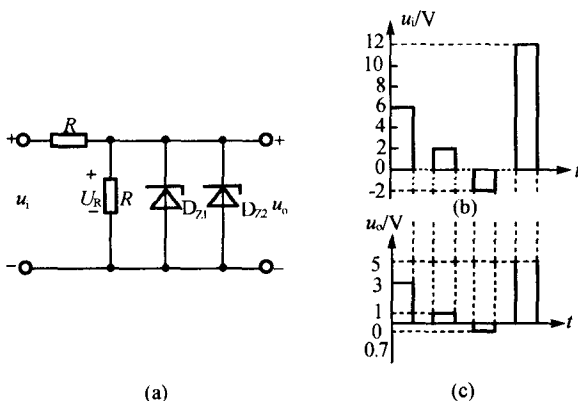

图 14.13
14.2.7 如图 14.13(a) 所示电路中, 稳压管 D_{Z1} 和 D_{Z2} 的稳压值分别为 $U_{Z1} = 5 \text{ V}$, $U_{Z2} = 7 \text{ V}$, 稳压特性是理想的, 正向压降为 0.7 V 。若输入电压 u_i 的波形如图 14.13(b) 所示, 试画出输出电压 u_o 的波形。